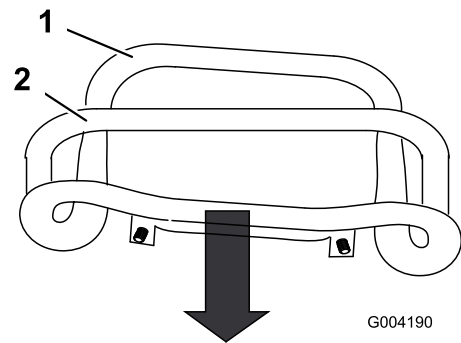

Figura 50
3. Puxe a direita no controlo de tração de modo a que a parte da frente do controlo entre em contacto com a barra de referência (Figura 50).